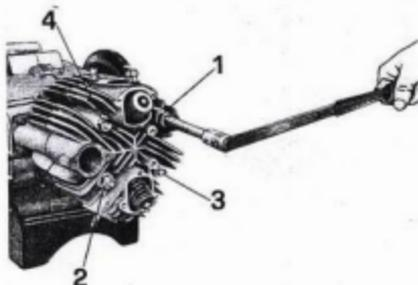

Abb. 31
- die 4 Muttern werden über Kreuz aufgedreht, ohne sie jedoch endgültig festzuziehen; anschließend werden die Muttern mit dem Drehmomentschlüssel mit einem Drehmoment von 4.500 kg/m unter Beachtung der Reihenfolge des Festziehens (s. Abb. 31, 1-2-3-4) stufenweise angezogen.;